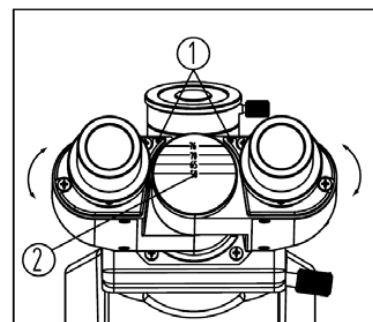

Figura 14
### ■ Ajuste de la distancia interpupilar (figura 14)
Cada bloque tiene un "." indicativo (1) que coincidirá con una división de la escala interpupilar (2). Este valor corresponde a la separación interocular del observador (Figura 14).